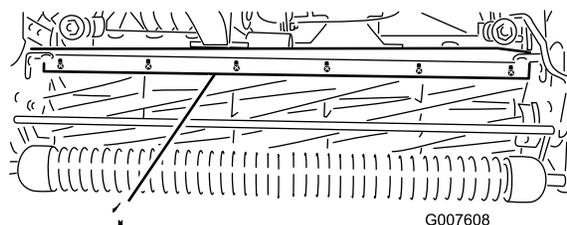

Рисунок 56
1. Ослабьте винты крепления верхней планки (Рисунок 56) к режущему блоку.